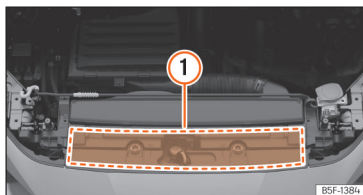

Fig. 227 No compartimento do motor: zona de localização da etiqueta de óleo do motor
>>> Fig. 227 (1). Se utilizar o óleo do motor recomendado, é possível corrigir o nível do enchimento tantas vezes quantas forem necessárias.